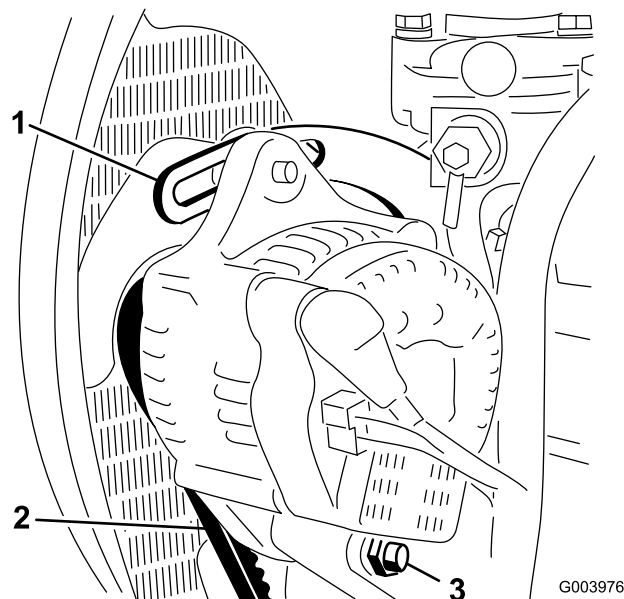

図 66
2. オルタネータ側プーリとクランクシャフト側プーリ間の中央部でオルタネータベルト (図 66) を指で10 kg程度の力で押してベルトの張りを点検する。
3. ブレースをエンジンに固定しているボルト 図 66 と、オルタネータをブレースとピボットボルトに固定しているボルトをゆるめる。